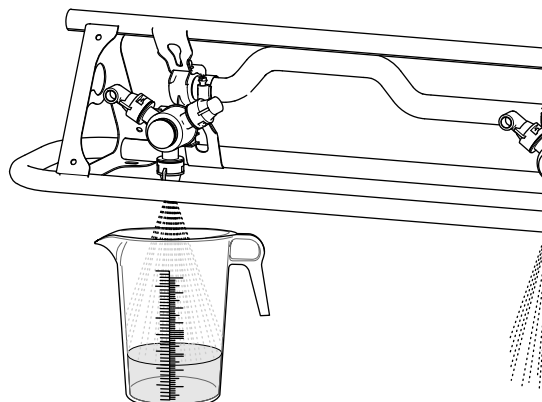

Figure 82
6. Placez le récipient de récupération sous la buse avant d'activer les sections (Figure 82).
8. Effectuez le test de récupération pendant au moins 15-secondes sur 1 des buses (Figure 82).